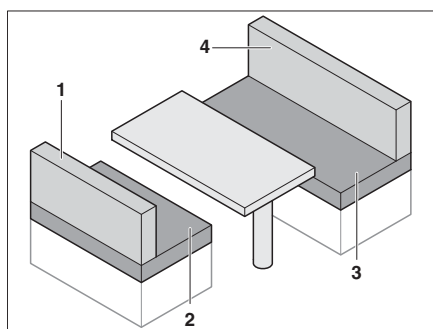

Fig. 74 Antes de la transformación
- Extraer los cojines del respaldo (Fig. 74,1 y 4).